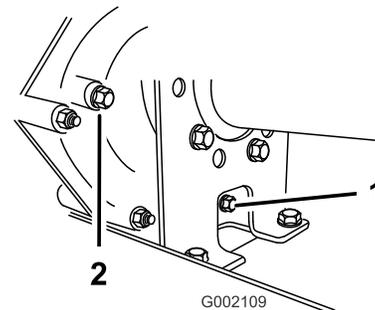

Bild 46
2. Reinigen Sie den Bereich um die Füll- und Ablassschraube mit einem Lappen (Bild 46).
4. Drehen Sie die Füllschraube nach links, um sie zu entfernen (Bild 46).
5. Drehen Sie die Ablassschraube nach links, um sie zu entfernen (Bild 46).
6. Setzen Sie die Ablassschraube und Dichtung in das Ablassschraubenloch am Getriebe ein und ziehen sie an (Bild 46).
Getriebe die Unterseite des Gewindes erreicht (Bild 46).
8. Setzen Sie die Füllschraube und Dichtung in das Füllschraubenloch am Getriebe ein und ziehen sie an (Bild 46).
10. Prüfen Sie den Ölstand und füllen mehr Öl ein, wenn der Ölstand unter dem Gewinde im Füllschraubenloch liegt (Bild 46).